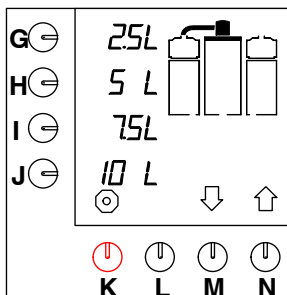

Fig. 6 Startskærm-billede
- Indikatorlampen på kontakten lyser. Standardvalgmulighederne vises i displayet (fig. 6).